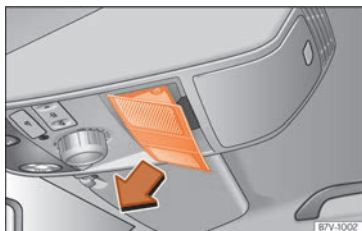

Fig. 17 Nel rivestimento interno del tetto: togliere la copertura.
- Spostare la copertura nella direzione indicata dalla freccia » » » **fig. 17**.